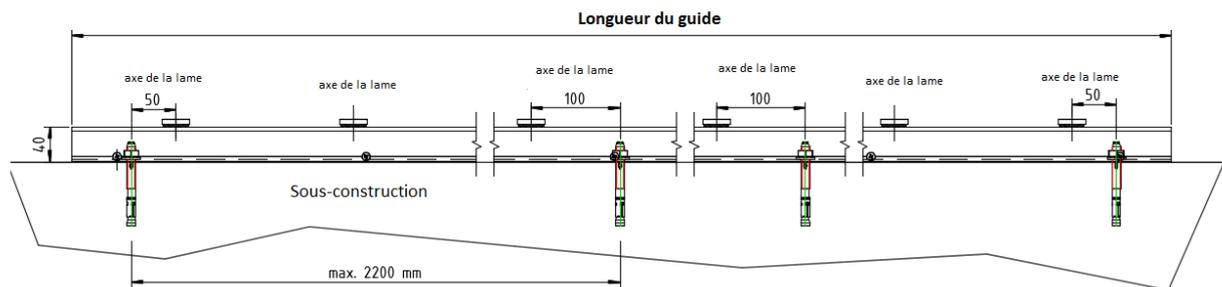

Figure 9
a) les goujons extrêmes dans la distance de 50 mm à l'extérieur des axes extrêmes des lames (fig.9)
b) les goujons intermédiaires dans l'écart chaque 2200 mm (fig.9)
c) les axes des goujons intermédiaires dans la moitié de distance entre les axes des lames (à 100 mm de l'axe des lames – fig. 9)